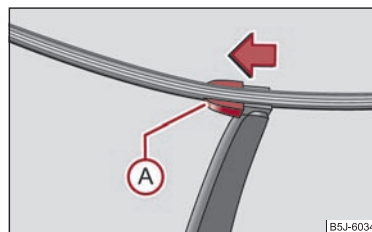

Abb. 48 Wischerblatt für Heckscheibe
- Klappen Sie den Scheibenwischerarm von der Scheibe ab und stellen Sie das Wischerblatt rechtwinklig zum Wischerarm ⇒ Abb. 48.